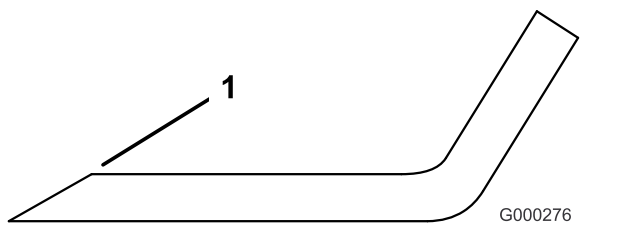

Figura 145
4. Afilelos si están romos o tienen mellas (Figura 145).